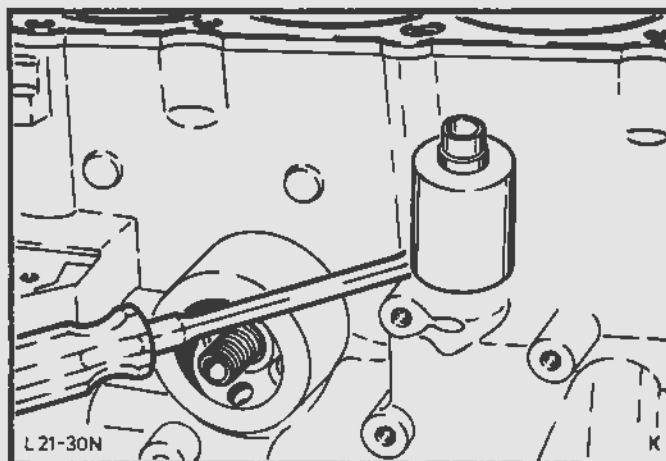

Fig.35. Afmonter olieudskilleren ved brug af en skruetrækker
15. Skru olietrykskontakten ud og vip olieudskilleren ud med en skruetrækker, Fig.35.